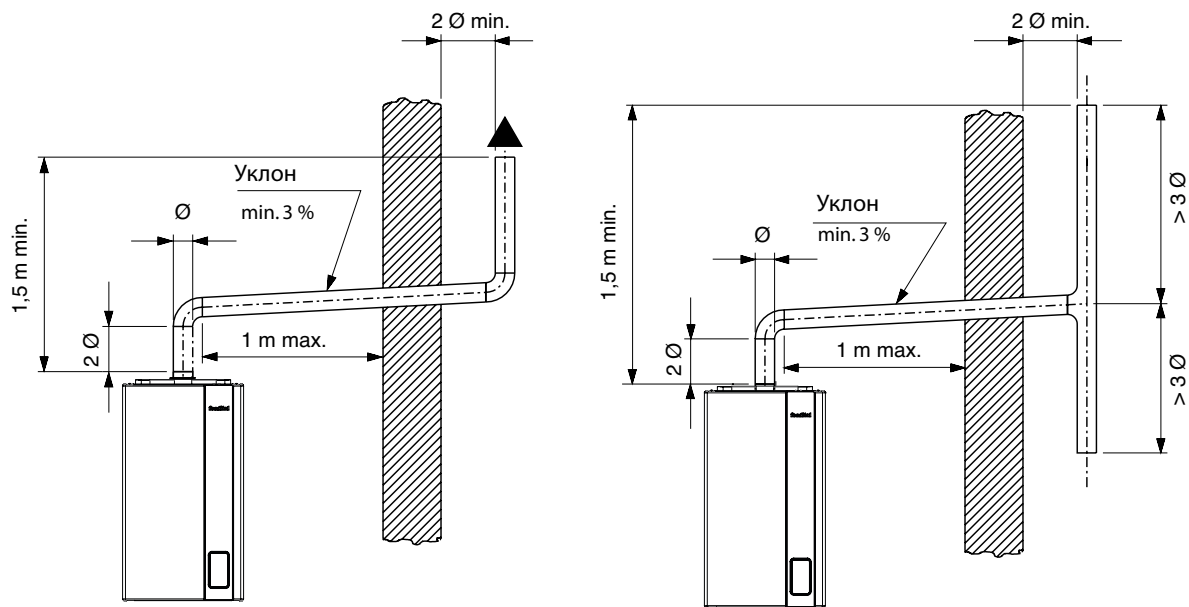

рис. 16
- вытяжной блок должен находиться выше, минимум на 1,5 м, уровня точки крепления вытяжной трубы к котлу (см. рис. 16).